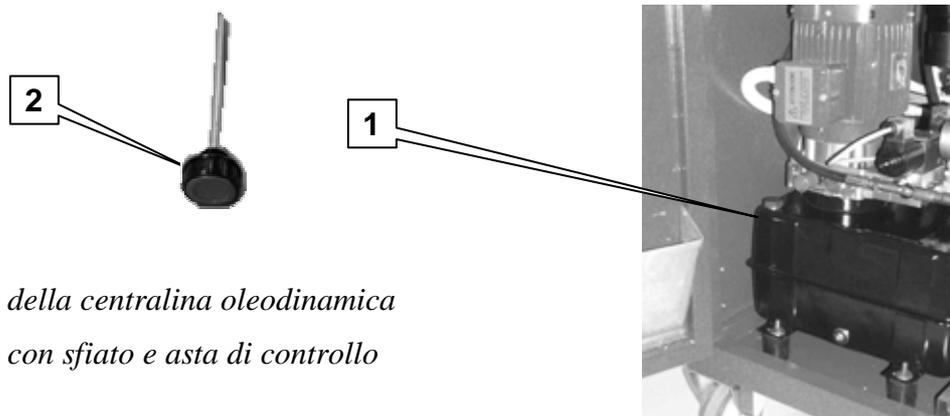

Figura 3.6 – Tappo della centralina oleodinamica
- Sostituire il tappo della centralina oleodinamica con il tappo con sfiato e asta di controllo livello fornito (figura 3.6).